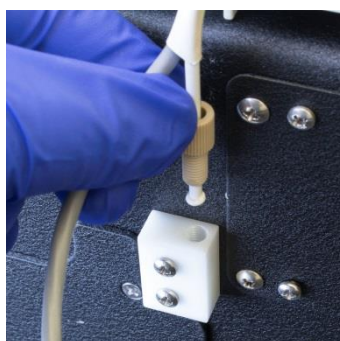

Abb. 6: Befestigen des Kabels am Befestigungsblock
2. Befestigen Sie das Kabel am Befestigungsblock an der Rückseite des Fraktionssammlers mit der Rändelschraube (→Abb. 6).